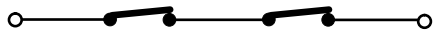

Fig. 32
N.B. Als twee of meer veiligheidsvoorzieningen dezelfde functie hebben (opening, sluiting, opening en sluiting, veiligheidslijst), moeten de contacten onderling in serie worden geschakeld (fig. 32). Er moeten rustcontacten worden gebruikt.
Om meerdere veiligheidsvoorzieningen te installeren moeten de rustcontacten in serie worden aangesloten (fig. 32).
Om meerdere veiligheidsvoorzieningen te installeren, moeten de rustcontacten in serie worden aangesloten (fig. 32).